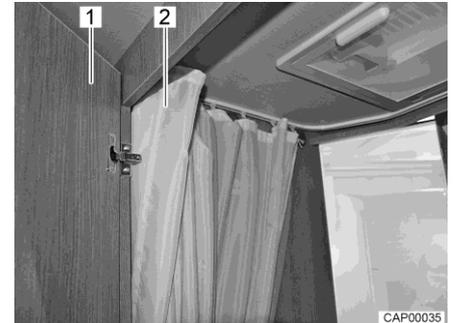

Fig. 76 Vano WC con doccia
- Per utilizzare la doccia, chiudere la porta (Fig. 76,1) e tirare completamente la tendina della doccia (Fig. 76,2), in modo da proteggere tutte le pareti.